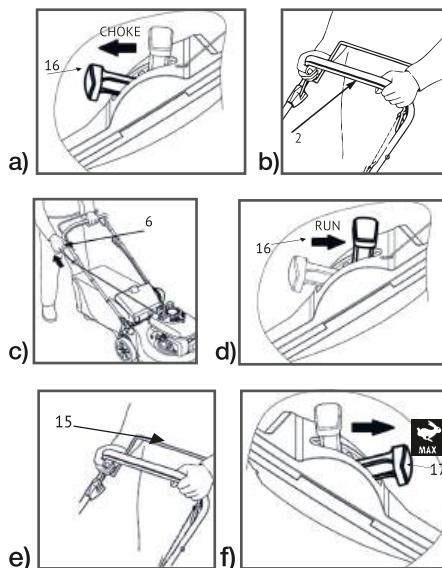

рис. 6
1. Установить ручку регулировки воздушной заслонки (16) в позицию СНОКЕ/закрыто(рис.6а) - для моделей L 5154S, L 5162RS, L 5362S и L 5364SE. Установить универсальную ручку управления (16) в положение ОТ СЕБЯ- (рис.6а) - для моделей L 4710S, L 5143S, L 5144S и START для L 5363SV.
2. Подтяните рычаг остановки двигателя (2) к верхней рукоятке(1) и удерживайте его (рис.6б).
3. Подтяните ручку стартера (6) до момента, когда почувствуете сопротивление и резко потяните ее для запуска двигателя. Не бросайте ручку стартера (6) после запуска, а плавно отпустите ее. Если двигатель не запускается, повторите процедуру 2-3 раза (рис.6с).
4. Для моделей L 5154S, L 5154SE, L 5162RS, L 5362S и L 5364SE - установите ручку регулировки воздушной заслонки (16) в положение RUN. Для модели L 5363SV - универсальную ручку (16) в положение RUN (рис.6д). При низких температурах дайте поработать двигателю 30 секунд на малых оборотах, прежде чем увеличить их и начать движение.
5. Подтяните рычаг привода колес (15) к верхней рукоятке, газонокосилка начнет движение (рис.6е).
6. Для моделей L 5154S, L 5154SE, L 5162RS, L 5362S и L 5364SE - обороты двигателя можно регулировать с помощью ручки регулировки (17). Для достижения оптимального результата кошения, рекомендуется косить на высоких оборотах двигателя.
7. Модель L 5363SV оборудована вариатором скорости, за счет чего скорость движения может меняться от 2,8 до 4,5 км/ч. Позиция 1 – самая медленная скорость, позиция 4 – самая быстрая. Скорость можно регулировать во время вождения. Для переключения скоростей: активируйте ручку переключения скоростей (17) на панели управления и установите одну из 4-х различных скоростей (рис. 6а). При движении на одной из двух самых низких скоростей разница в темпе не будет существенно меняться.
рис. 6а